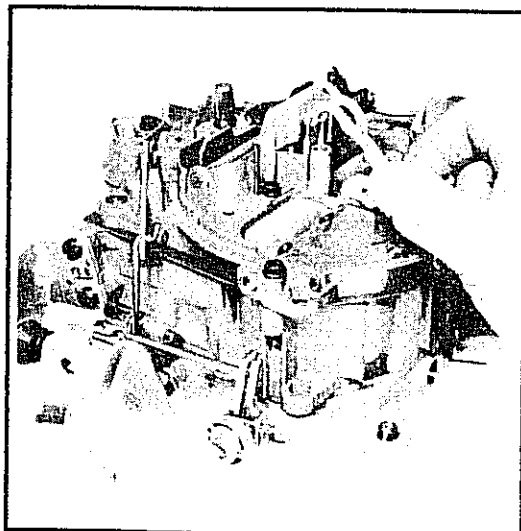

Abb. 2-81 Meßstangen der zweiten Vergaserstufe, alle Quadrajet-Vergaser-
3. Schraube in der Aufhängung der Stangen zu den Hauptdüsen der zweiten Vergaserstufe entfernen. Stangen herausheben. Stangen können durch Drehen aus der Aufhängung entfernt werden. Siehe Abb. 2-81.